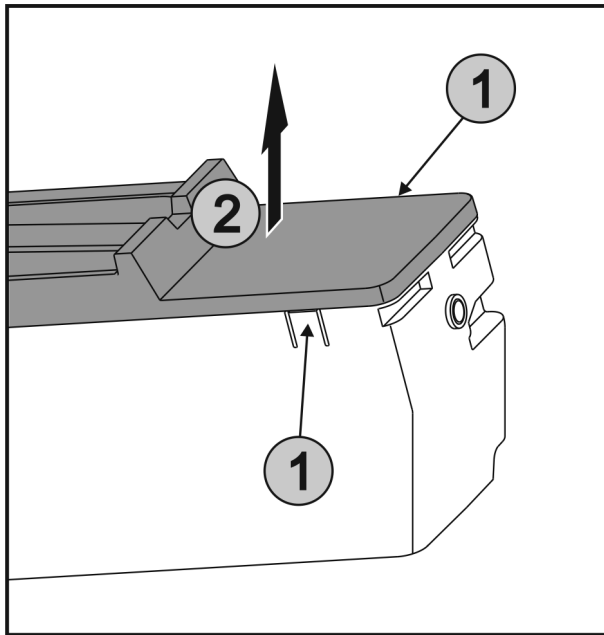

Fig. 40
- ▶ Laschen Fig. 40 (1) an den beiden Seiten von EasyTwist-Ice gleichzeitig drücken und die Abdeckung Fig. 40 (2) nach oben entnehmen.